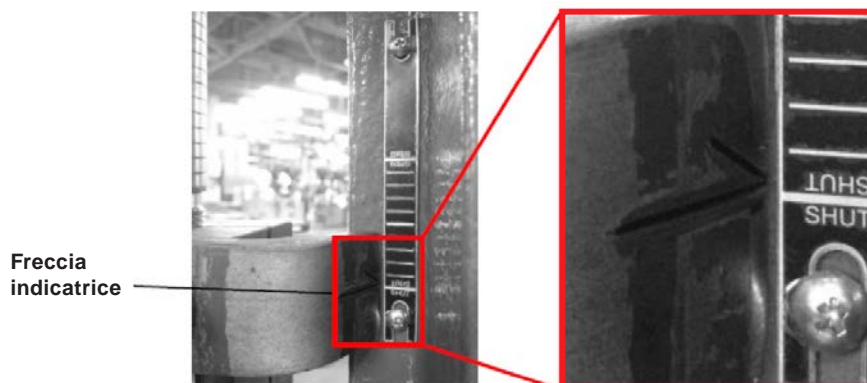

Figura 2 - Freccia indicatrice
10. Regolare la piastra dell'indicatore nella posizione corretta, come mostrato nella Figura 2.